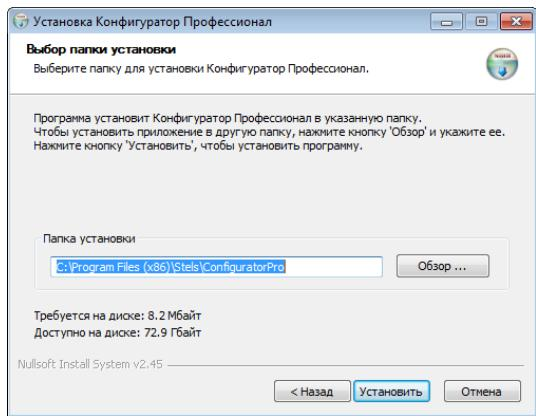

Рисунок 7.2 — Окно *Выбор папки установки*
- В следующем окне укажите папку установки и нажмите кнопку **Установить** (см. рисунок 7.2).